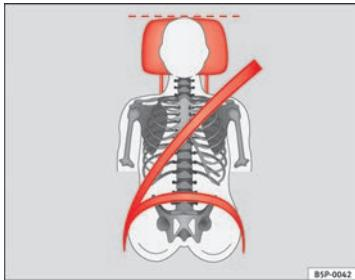
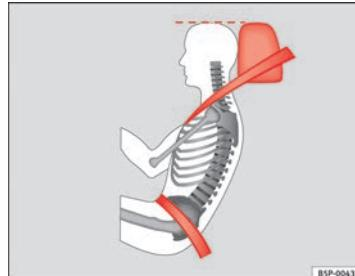

Fig. 69 Visto de frente:
Fig. 70 Visto de lado:
- Ajuste el apoyacabezas de modo que el borde superior del mismo quede a la misma altura que la parte superior de la cabeza, como mínimo a la altura de los ojos → fig. 69 y → fig. 70.